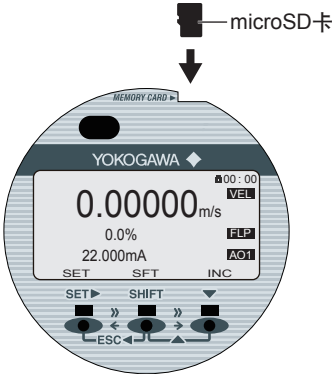

图2.5 插入microSD卡
- (1) 插入microSD卡
- 将专用microSD卡小心插入显示单元上的插槽中，直至将卡牢牢插入插槽。(请参阅图2.5)。